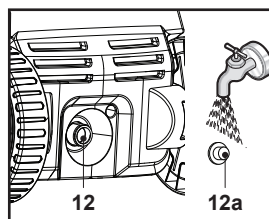

Fig. 22
2. Scoate sita (12a) din racordul de admisie a apei (12) și clătește-o sub apă de la robinet pentru a îndepărta eventualele obiecte străine (fig. 22). Apoi montează la loc sita (12a).